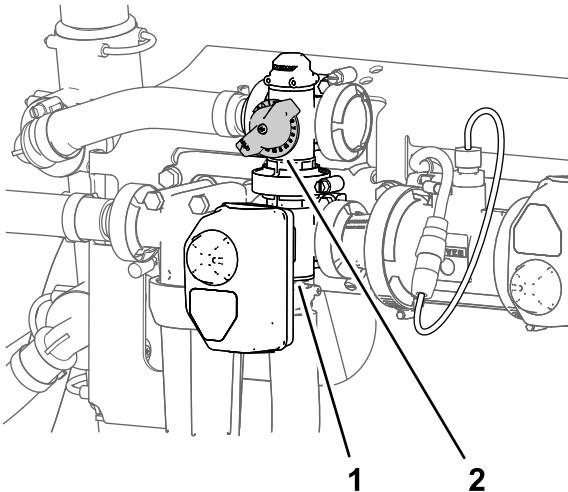

Figura 166
- Regolate la valvola del circuito di bypass dell'agitazione (Figura 166) finché il manometro indica una pressione dell'impianto di irrorazione di 6,9 bar.